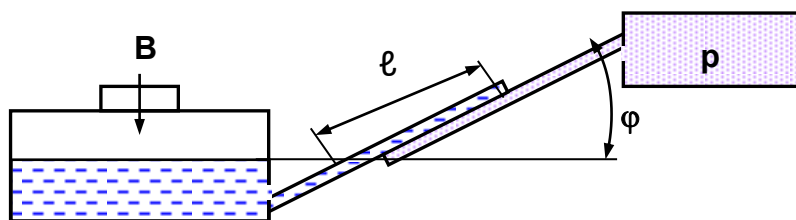

Рис. 1.1. Измерение разрежения тягомером
1.4. Разрежение в газоходе котла измеряется при помощи тягомера с наклонной трубкой (рис. 1.1). Угол наклона трубки $\varphi=30^\circ$. В качестве измерительной жидкости залит керосин с плотностью 0,8 г/см³.